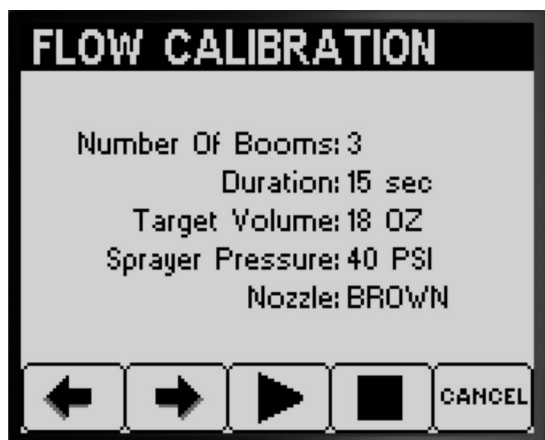

Bild 50
- Bestätigen Sie auf dem Bildschirm „Catch Test Playback“ die Anzahl der Ausleger sowie die Düsenfarbe und drücken Sie die Taste 3, um den Fangtest zu starten (Bild 50).